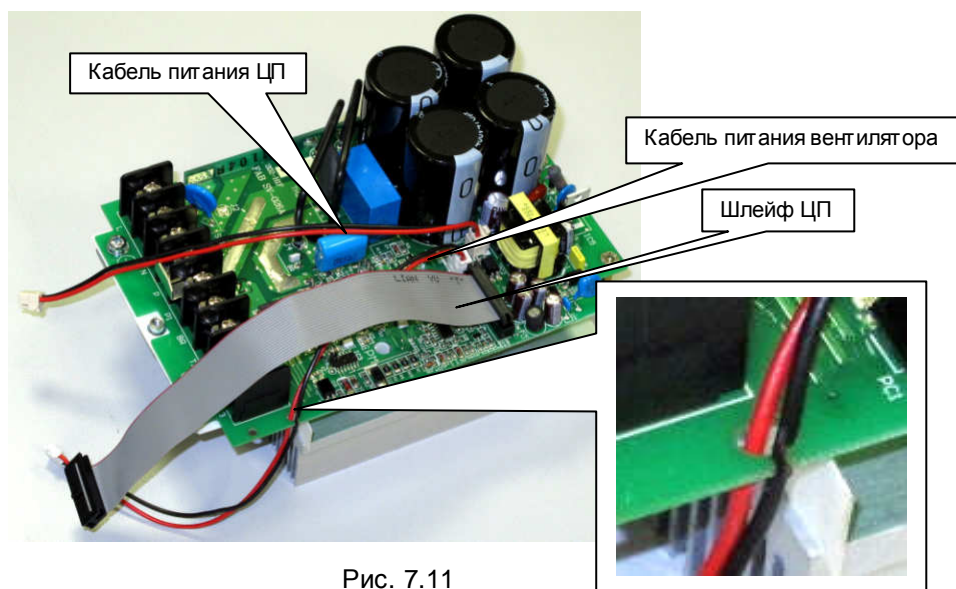

Рис. 7.11
7.3.3. Присоединить к разъёмам платы драйверов (рис. 7.11):